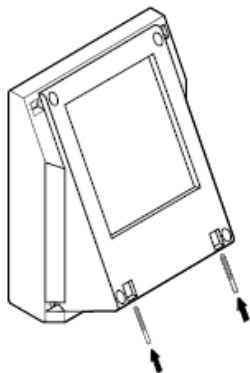

图 3
-在信息终端后壳底部钻两个螺钉过孔（ $\varnothing 2\text{mm}$ ）（图 3）；